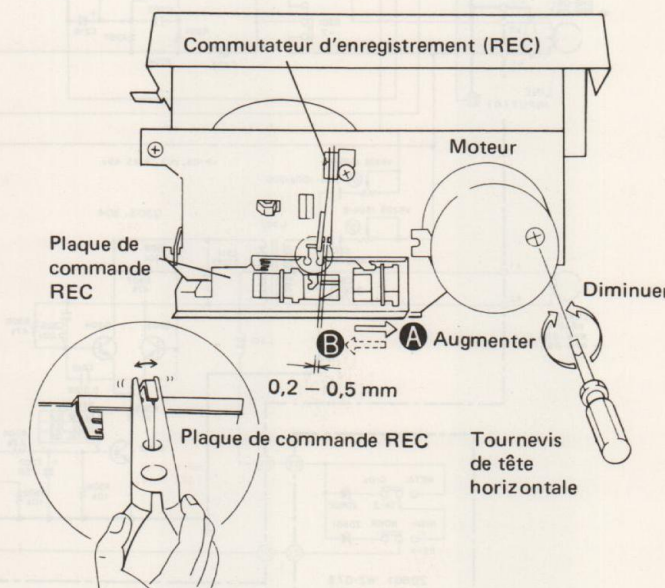

Fig. 12-2 Réglage de la vitesse de defilement de la bande et du commutateur d'enregistrement (REC)
2. Reproduire la partie à 3kHz de la bande d'essai STD-301. Au début, la fréquence doit se situer dans la plage de 3000Hz à 3010Hz, et elle peut être réglée en tournant la résistance ajustable située dans le trou de réglage du moteur, comme indiqué à la figure 12-2.